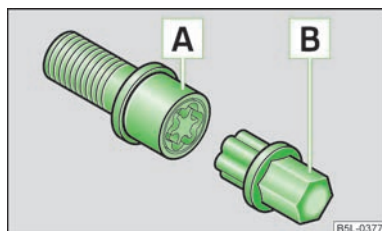

Fig. 133
- Introducir el adaptador **B** » fig. 133 con su lado dentado hasta el tope en el dentado interior del tornillo de rueda antirrobo **A**, de tal modo que ya sólo sobresalga el hexágono exterior.